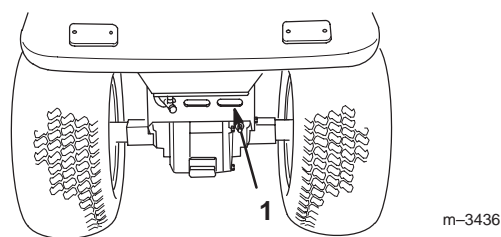

**Figure 10**
**Important** Il est préférable d'éliminer la poussière à l'air comprimé (Fig. 10) plutôt qu'à l'eau. Si vous utilisez de l'eau, évitez tout contact avec des éléments électriques.